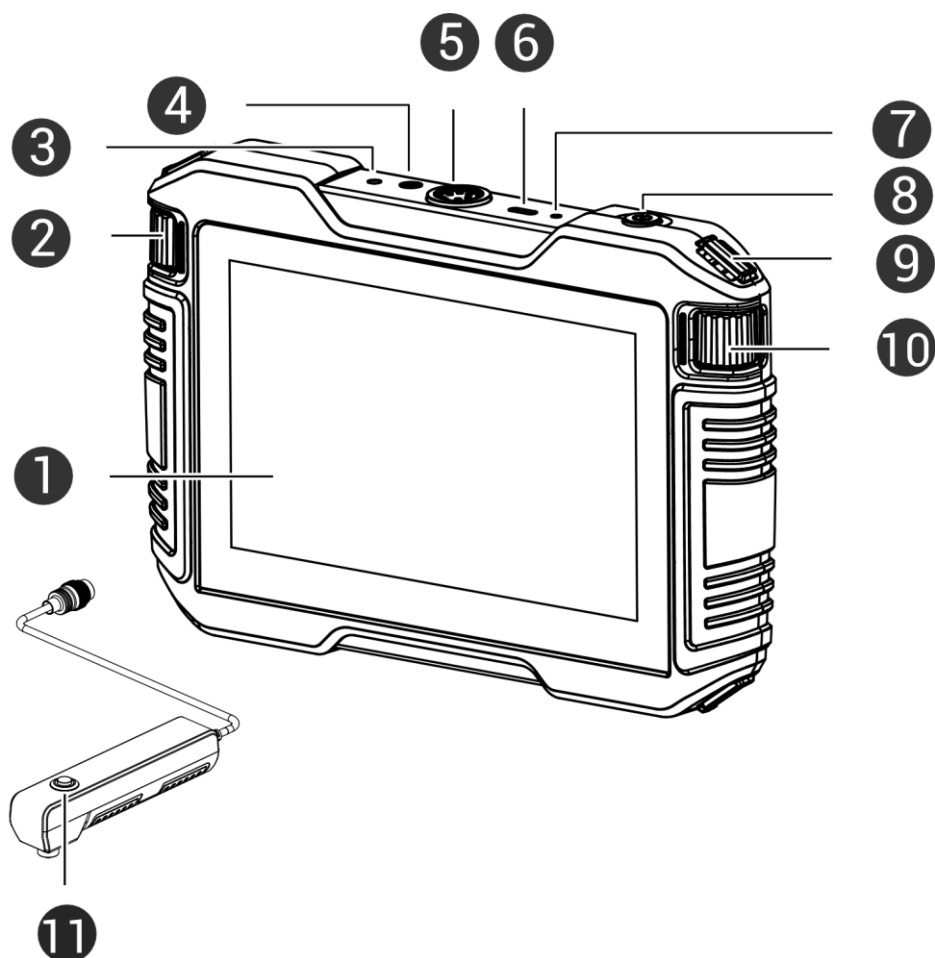

図 1-1 デバイス本体とハンドルグリップ
2. 周波数ホイール（図 1-1 の No.10）をスクロールして、周波数範囲を調整します